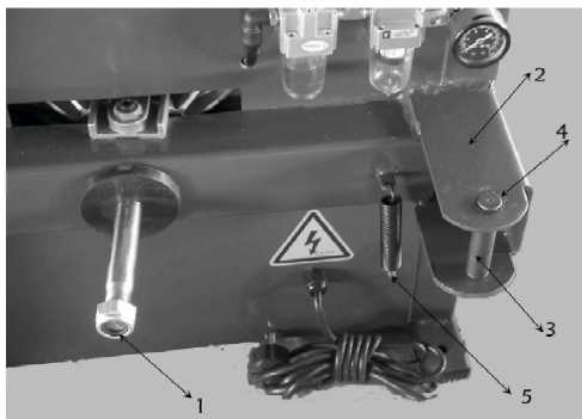

Рис. 4-11
Открутите зажимную гайку (1) с передней части штока поршня цилиндра, используемого при работе ножа отрыва кромки шины. Снимите стопорное кольцо со штифта, фиксирующего нож отрыва кромки шины. Снимите штифт (3) и установите пружину (5), рис. 4-11.